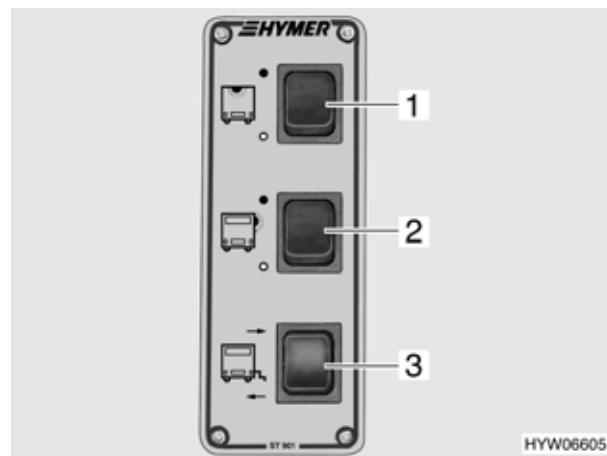

Fig. 68 Pannello per illuminazione/scalino di ingresso
- Premere l'interruttore a bilico (Fig. 68,1) in alto ●: la lampada a soffitto è accesa.
- Premere l'interruttore a bilico (Fig. 68,1) in basso ○: la lampada a soffitto è spenta.
- Premere l'interruttore a bilico (Fig. 68,2) in alto ●: la luce tenda veranda è accesa.
- Premere l'interruttore a bilico (Fig. 68,2) in basso ○: la luce tenda veranda è spenta.
- Premere l'interruttore a bilico (Fig. 68,3) in alto →: lo scalino di ingresso è estratto.
- Premere l'interruttore a bilico (Fig. 68,3) in basso ←: lo scalino di ingresso è rientrato.